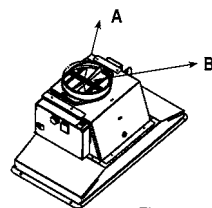

Fig. 1
1. Tilkoble slangen til avtrekksflensen Ø 150 mm (fig. 1, A), som skal installeres med spennbånd (ekstra tilbehør), kontroller at spjeldene i avtrekkslangen (kontraspjeld) (fig. 1, B) åpnes og lukkes.